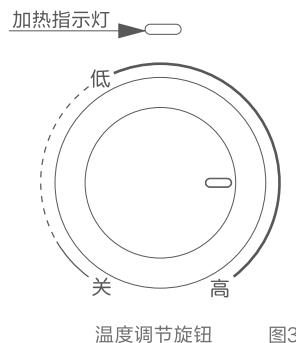

图3
- (2) 如果电源软线损坏，为避免危险，必须由制造厂或其维修部或类似的专业人员来更换。
3. 设置加热水温转动调温旋钮（如图3）即可设置加热水温；加热水温可在最高设置温度80℃范围内无级调节，按图示顺时针为调高，逆时针为调低，在加热状态下电热水器加热指示灯会点亮。为得到更多热水，应将调温旋钮置于高温档。